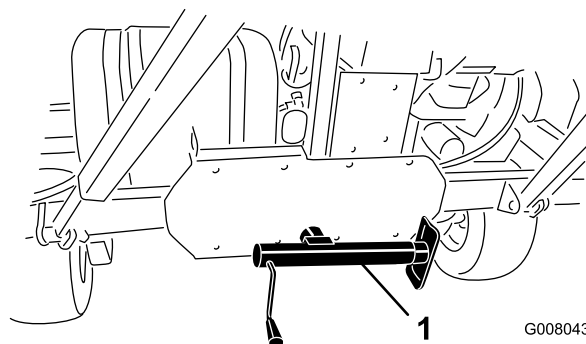

Figure 17
5. Abaissez la béquille au sol pour stabiliser la machine (Figure 17).